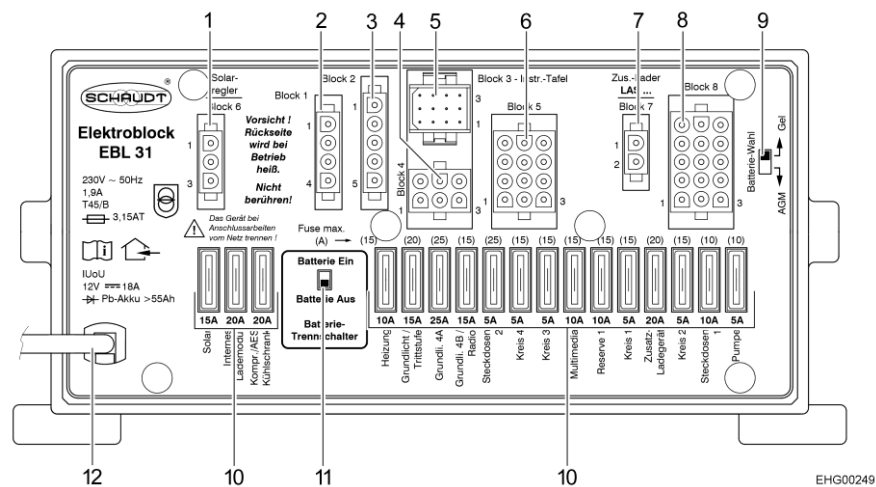

Fig. 114 Bloque eléctrico (EBL 31)
- ▷ Para desconectar **todos los** consumidores eléctricos de 12 V de la alimentación de corriente y prevenir una descarga de la batería del habitáculo, ajustar el separador de batería (Fig. 114,11) en el bloque eléctrico en "Batterie Aus" (batería Off).
- ▷ Los consumidores, como el propio bloque eléctrico, el panel, la calefacción, el regulador de carga solar (si está presente) y otros aparatos, consumen una pequeña cantidad de corriente standby y, por tanto, descargarán la batería del habitáculo con el tiempo. Por ello, situar el separador de batería (Fig. 114,11) en el bloque eléctrico en "Batterie Aus" (batería Off), cuando el vehículo no se utilice durante un tiempo prolongado.
El regulador de carga solar sigue funcionando. Para desactivar el regulador de carga solar, debe retirarse el fusible asociado (Fig. 114,10 "Solar").